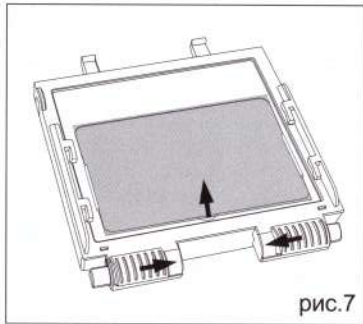

рис.7
**ЗАМЕНА НАРУЖНОГО ЗАЩИТНОГО СТЕКЛА.** Для замены наружных защитных стекол удалите картридж двигая замки к центру (рис.7) и поднимите картридж для замены наружного защитного стекла.
**ЗАМЕНА КАРТРИДЖА АСФ.** Удалите держатель Светофильтра из маски (см. рис.7). Подогните верхнюю сторону держателя светофильтра, чтобы достать светофильтр из рамки. Установите новый светофильтр в рамку (см. рис.8). Убедитесь, что светофильтр вставлен в держатель правильно, как показано. Установите светофильтр с держателем в маску.